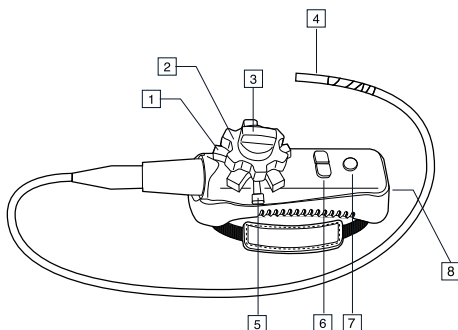
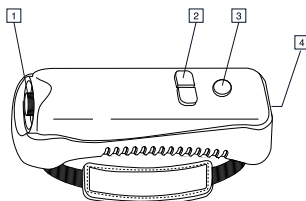

Figura 4.4 Sonda articolata
Figura 4.5 Trasmettitore wireless
1. Nella modalità wireless, utilizzare i pulsanti di intensità luminosa sulla sonda articolata (vedere Figura 4.4 *Sonda articolata*, pagina 9) o sul trasmettitore wireless (vedere Figura 4.5 *Trasmettitore wireless*, pagina 10) per aumentare o diminuire l'intensità luminosa.
Ruotare le manopole di articolazione per regolare la punta della telecamera. La tensione di una manopola di articolazione può essere regolata ruotando la manopola di tensione corrispondente; fare riferimento a *Figura 4.4 Sonda articolata*, pagina 9.
Nota Non azionare le manopole di articolazione (vedere *Figura 4.4 Sonda articolata*, pagina 9) se la sonda è a spirale; si potrebbero danneggiare i comandi di articolazione.